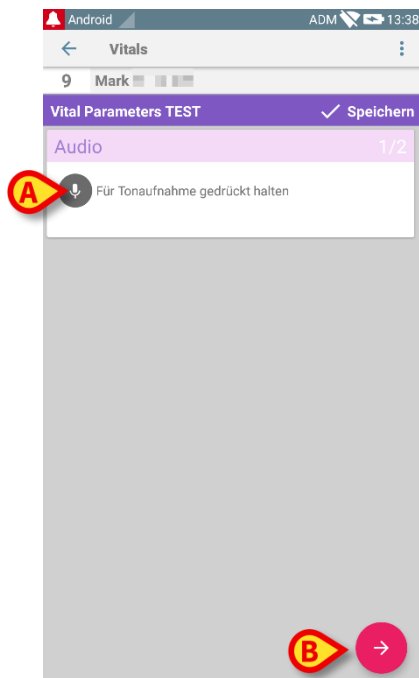
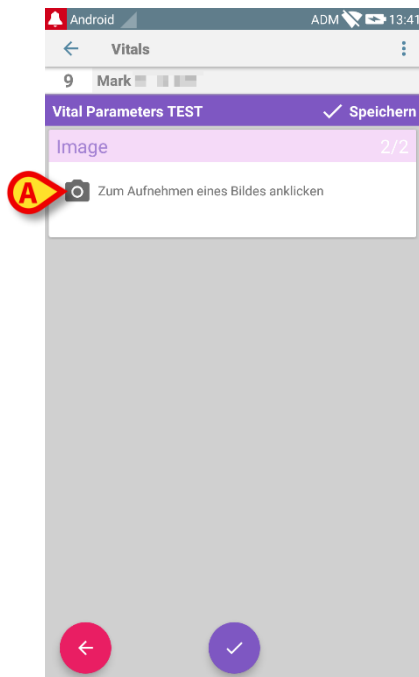
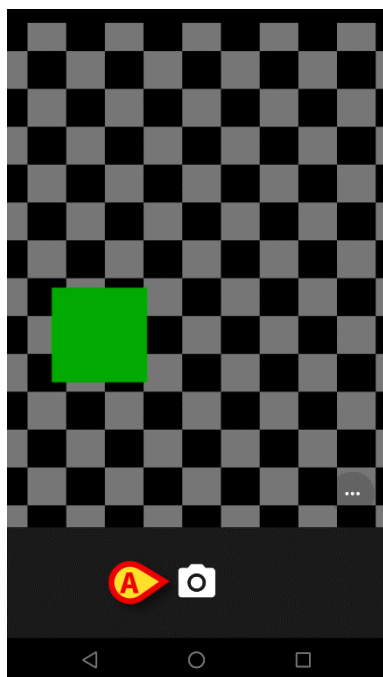
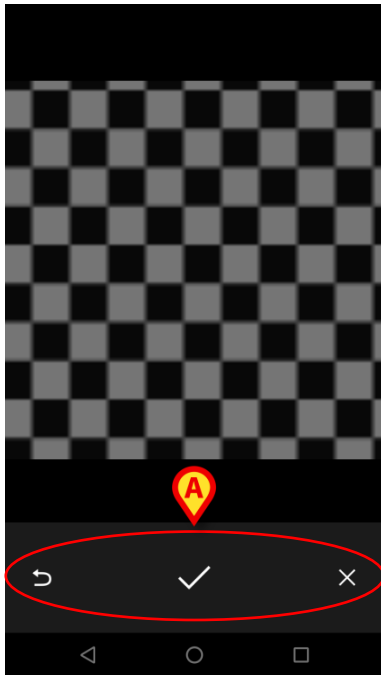

Abb. 60
Abb. 63
Abb. 64
Abb. 65
Die folgende Bildschirmanzeige wird geöffnet und ermöglicht das Aufzeichnen einer Audio-Datei (Abb. 60).
- zum Aufzeichnen die in Abb. 60 **A** gezeigte Schaltfläche gedrückt.
- berühren Sie das Symbol  unten rechts auf dem Bildschirm (Abb. 60 **B**). Daraufhin wird die folgende Bildschirmseite geöffnet (Abb. 63).
- Berühren Sie das in Abb. 63 **A** gezeigte Symbol, um die Kamera einzuschalten (Abb. 64).
- Berühren Sie das Symbol , um das Bild aufzunehmen (Abb. 64 **A**). Auf dem Bildschirm wird eine Vorschau angezeigt (Abb. 65).
- Verwenden Sie die in Abb. 65 **A** gezeigten Schaltflächen, um:
1. zum Bild-Erfassungsmodus zurück zu schalten (Abb. 64);
2. das Bild zu behalten und zur Seite für die Fotoaufnahme zurück zu gehen (Abb. 63);
3. das Bild zu verwerfen und zur Seite für die Fotoaufnahme zurück zu gehen (Abb. 63);